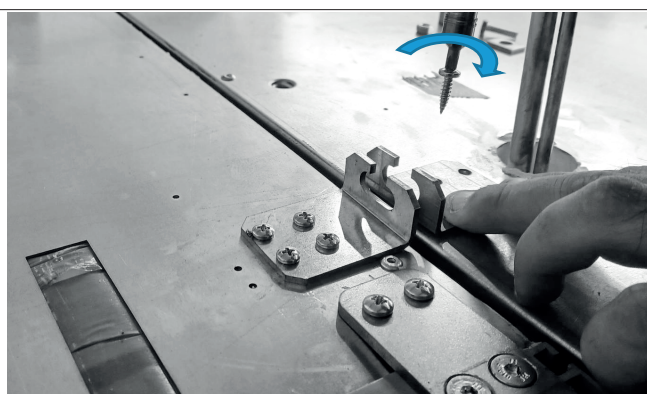
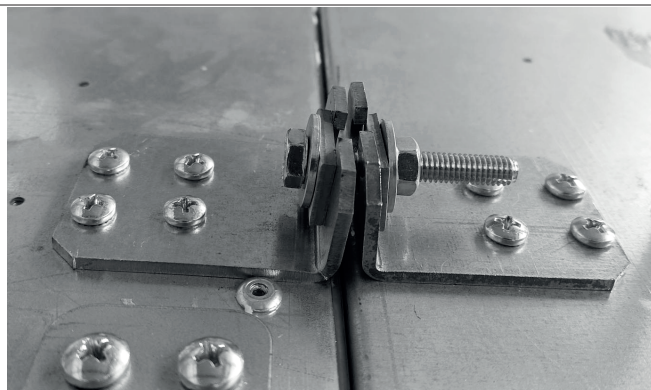

Fig. 50
Fig. 51
- Fissato il mobile di testa andare poi a fissare con le viti autofilettanti le staffe laterali sul mobile lineare, in corrispondenza di quelle del mobile di testa ("Fig. 50") effettuare la regolazione del mobile in lunghezza e fissare le 2 staffe con vite, dado e rondella in dotazione ("Fig. 51", "Pag. 32").